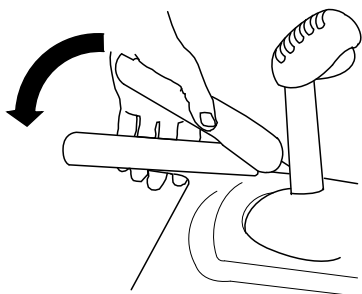

Figura 9
3. Apăsai maneta din stânga (maneta de tracțiune) către mâner (Figura 9).
6. Apăsăți maneta din stânga (maneta de tracțiune) către mâner (Figura 9).